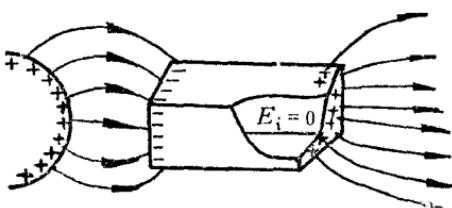
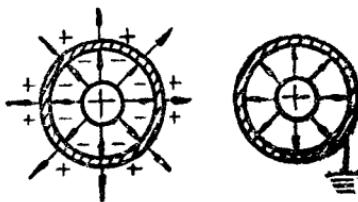

图 3 金属腔内部不受外电场的干扰
图 4 接地金属腔的内部的电场对外
8. 静电屏蔽——如果把有空腔的导体放在电场中(图3), 因为导体内部任一点的电场强度为零, 所以导体起到隔绝外电场的作用, 使外电场不能透入到空腔的内部。反之, 如果空腔导体内部有带电体而产生电场(图4), 把空腔导体的外表面接地, 那么外表面的感应电荷就由于接地而